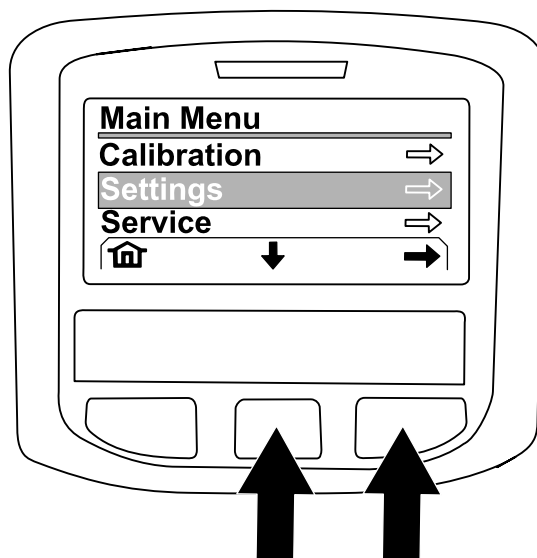

Figura 226
3. Pulse el botón central del InfoCenter para acceder al menú principal (Figura 226).
4. En la pantalla MAIN MENU, pulse el botón central para desplazarse a la opción SETTING, y pulse el botón derecho para seleccionar esa opción (Figura 226).